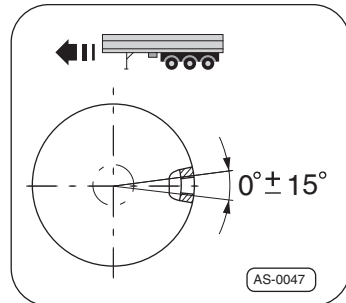

Fig. 8 · Préparer le tube d'essieu avec l'alésage pour le coude d'assemblage
1. Percer l'alésage au centre entre les jantes, dans le sens de la marche derrière le tube d'essieu, pour le coude d'assemblage conformément à ⇒ Fig. 8.